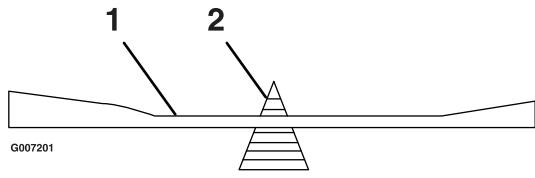

Figure 48
2. Vérifiez l'équilibre de la lame en la plaçant sur un équilibrage (Figure 48). Si la lame reste horizontale, elle est équilibrée et peut être utilisée. Si la lame est déséquilibrée, limez un peu l'extrémité de la partie incurvée seulement (Figure 48). Répétez la procédure jusqu'à ce que la lame soit équilibrée.